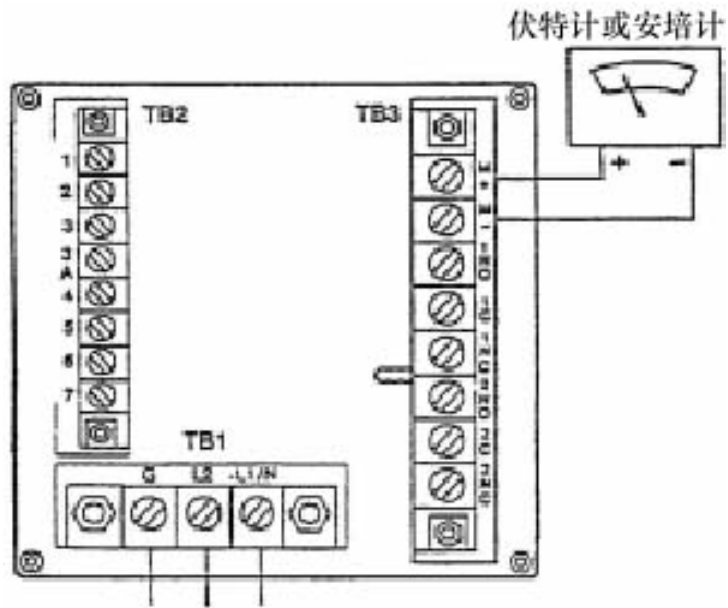

图 18 输出端子和伏特/安培计（所示的是塑料型）
- 1、将一个安培计/伏特计连接到模拟输出端子上。对于 LCO1 和 HCO1, 连接到通道 1 输出端子上。对于 LCO2 和 HCO2, 连接到通道 2 输出端子上。见图 18 和“接线”章节。